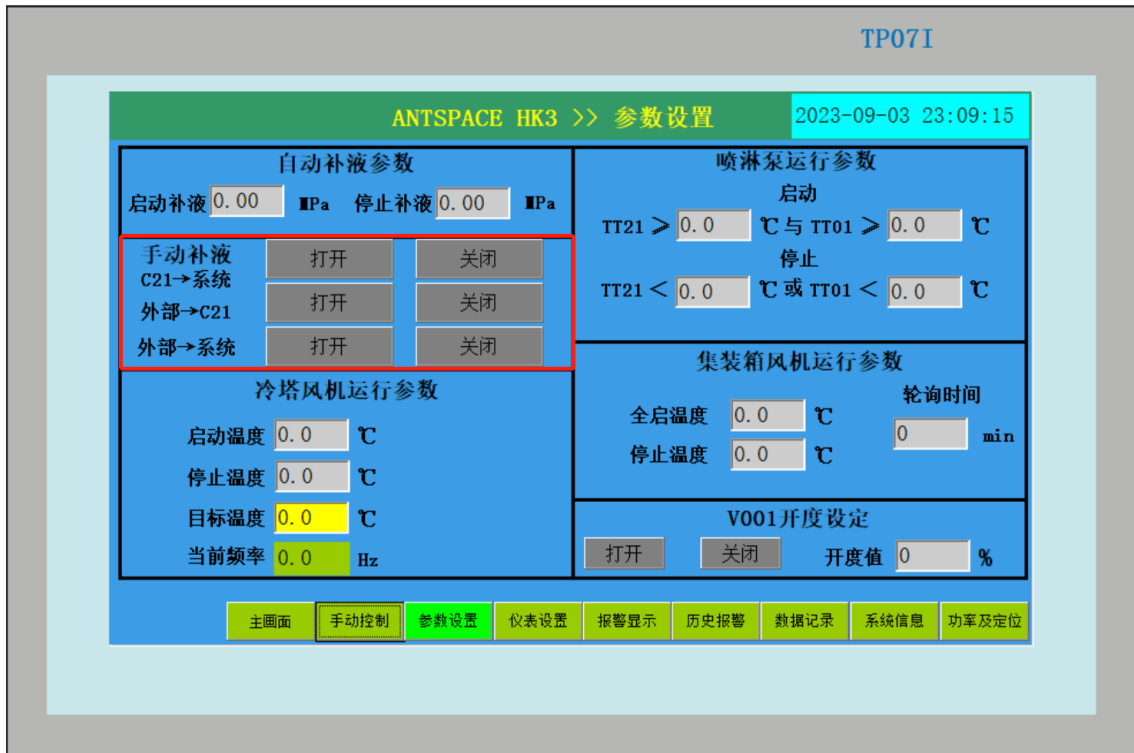

图 7-15 补液系统界面
- d) 关闭电磁阀 V202，触摸屏上切换到手动模式下，打开补液系统“手动补液”模式“外部→系统”，即向系统补液，打开“外部→C21”，即外部向水箱 C21 补液，参考图 7-15；